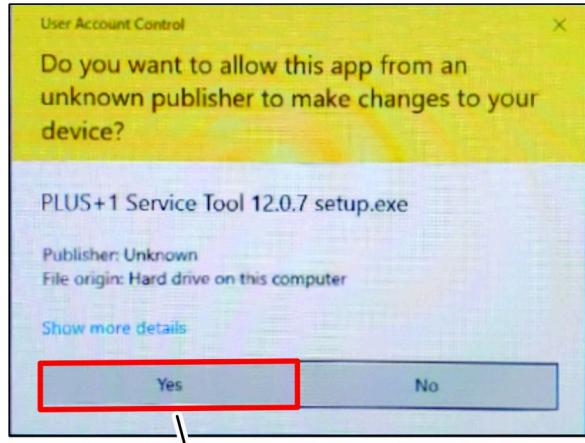

Figura 22
4. Si aparece el cuadro de diálogo Control de cuentas de usuario, haga clic en el botón Sí(Figura 22).